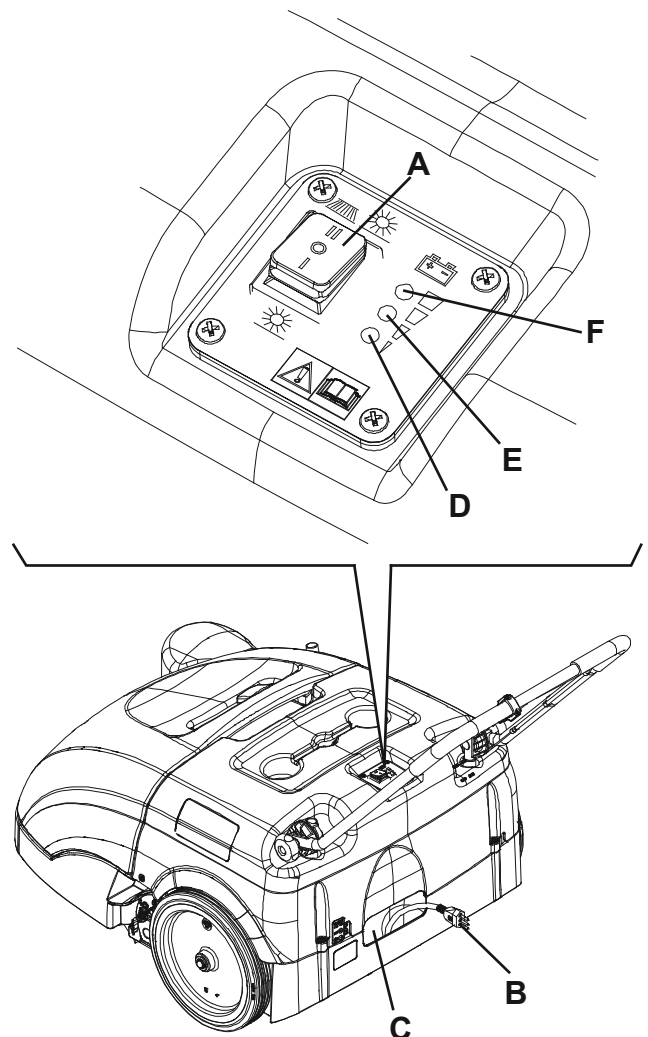

Abbildung 12
- Hauptschalter (A, Abb. 12) auf 0 stellen.
- Ladegerät (B) aus dem Fach (C) nehmen und an das Stromnetz anschließen.